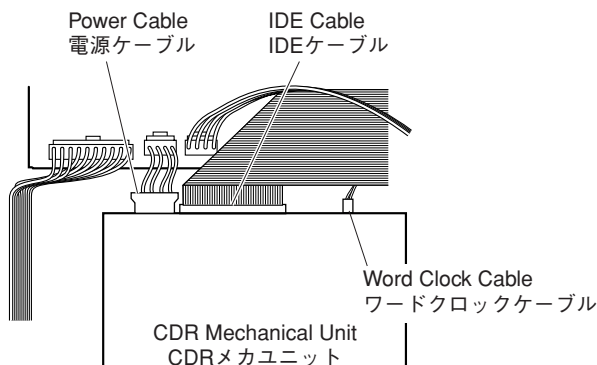

Fig. 4
- Disconnect the power cable, IDE cable and word clock cable from the CDR mechanical unit. (Fig. 4)
- CDRメカユニットから電源ケーブル、IDEケーブル、ワードクロックケーブルを外します。(Fig. 4)
- Connect the power cable, IDE cable and word clock cable to the CDR mechanical unit. (Fig. 4)
- CDRメカユニットに電源ケーブル、IDEケーブル、ワードクロックケーブルを接続します。(Fig. 4)